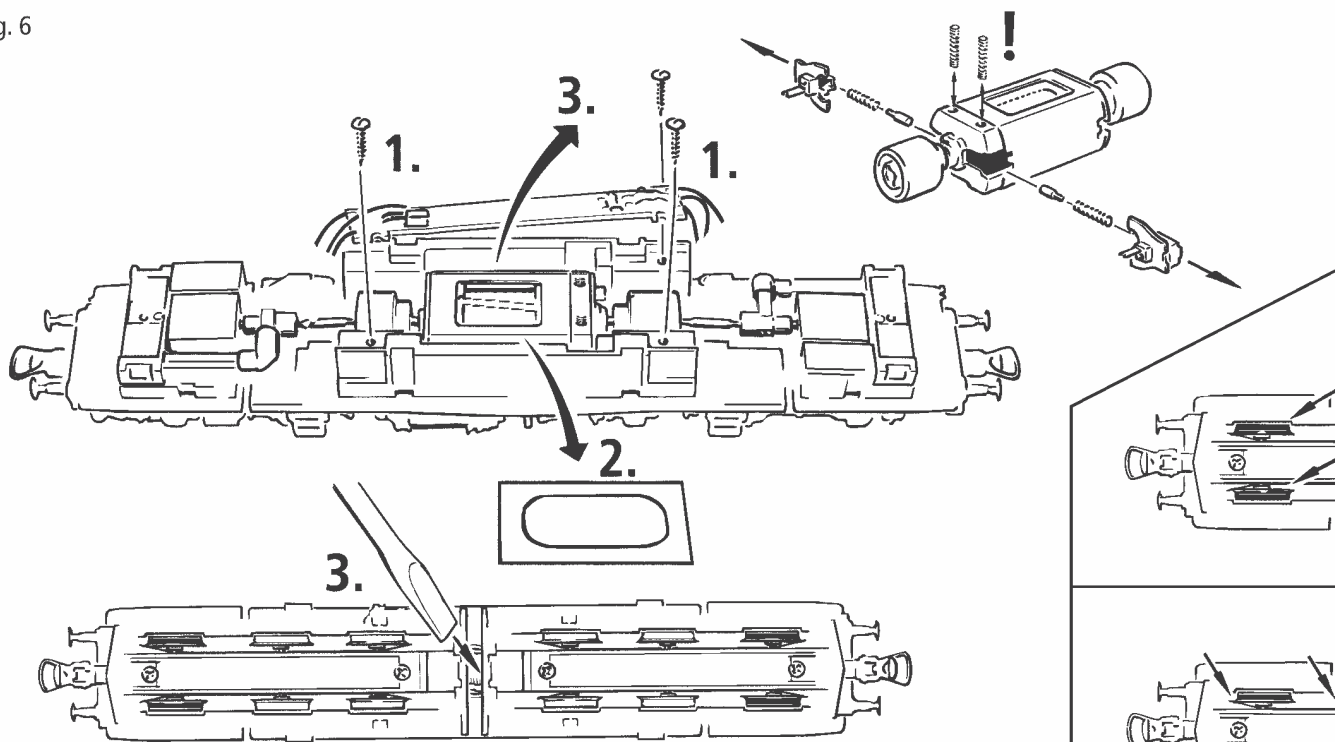

Fig. 8
3. Haftreifenwechsel: Zuerst den Getriebedeckel abnehmen (Fig. 5). Danach den **Radsatz** herausnehmen und die **Haftreifen** mit einer Nadel od. mit einem feinen Schraubendreher abziehen (Fig. 8). Beim Aufziehen der neuen Haftreifen darauf achten, dass diese sich nicht verdrehen.
3. Change of traction tyre: Remove the gear cover (fig. 5). Take out **wheel set** and remove **traction tyre** using a pin or a fine screwdriver (fig. 8). When pressing on the new traction tyre please **avoid twisting it**.
3. Échange des bandages d'adhérence: Démontez d'abord **le couvercle du carter des engrenages** des engrenages (fig. 5). Délogez ensuite les essieux bandagés et enlevez, à l'aide d'une aiguille ou d'un tournevis fin, les bandages d'adhérence (fig. 8). Lors du montage des nouveaux bandages veuillez veiller à ce que les bandages **ne soient pas tordu**.